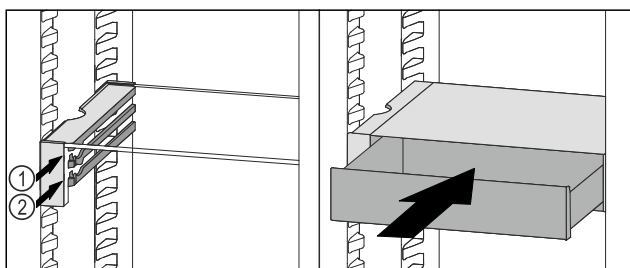

Fig. 182
- ▶ 将 VarioSafe 抽屉放置在所需肋梁 Fig. 182 (1) 或 Fig. 182 (2) 上的止挡器后面。